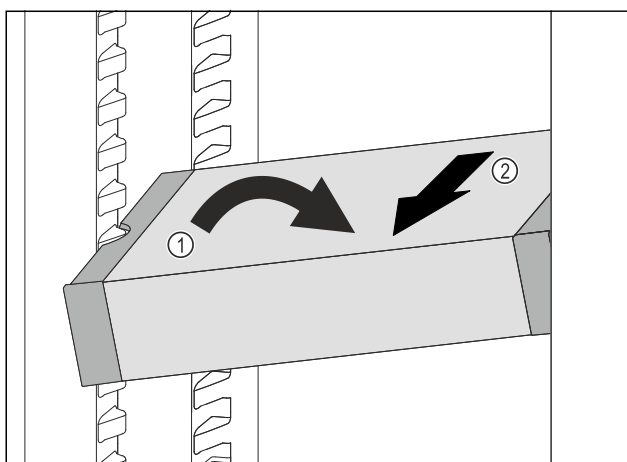

Fig. 186
- Poziționați oblic VarioSafe în frigider. Fig. 186 (1)
- Extrageți VarioSafe spre înainte. Fig. 186 (2)